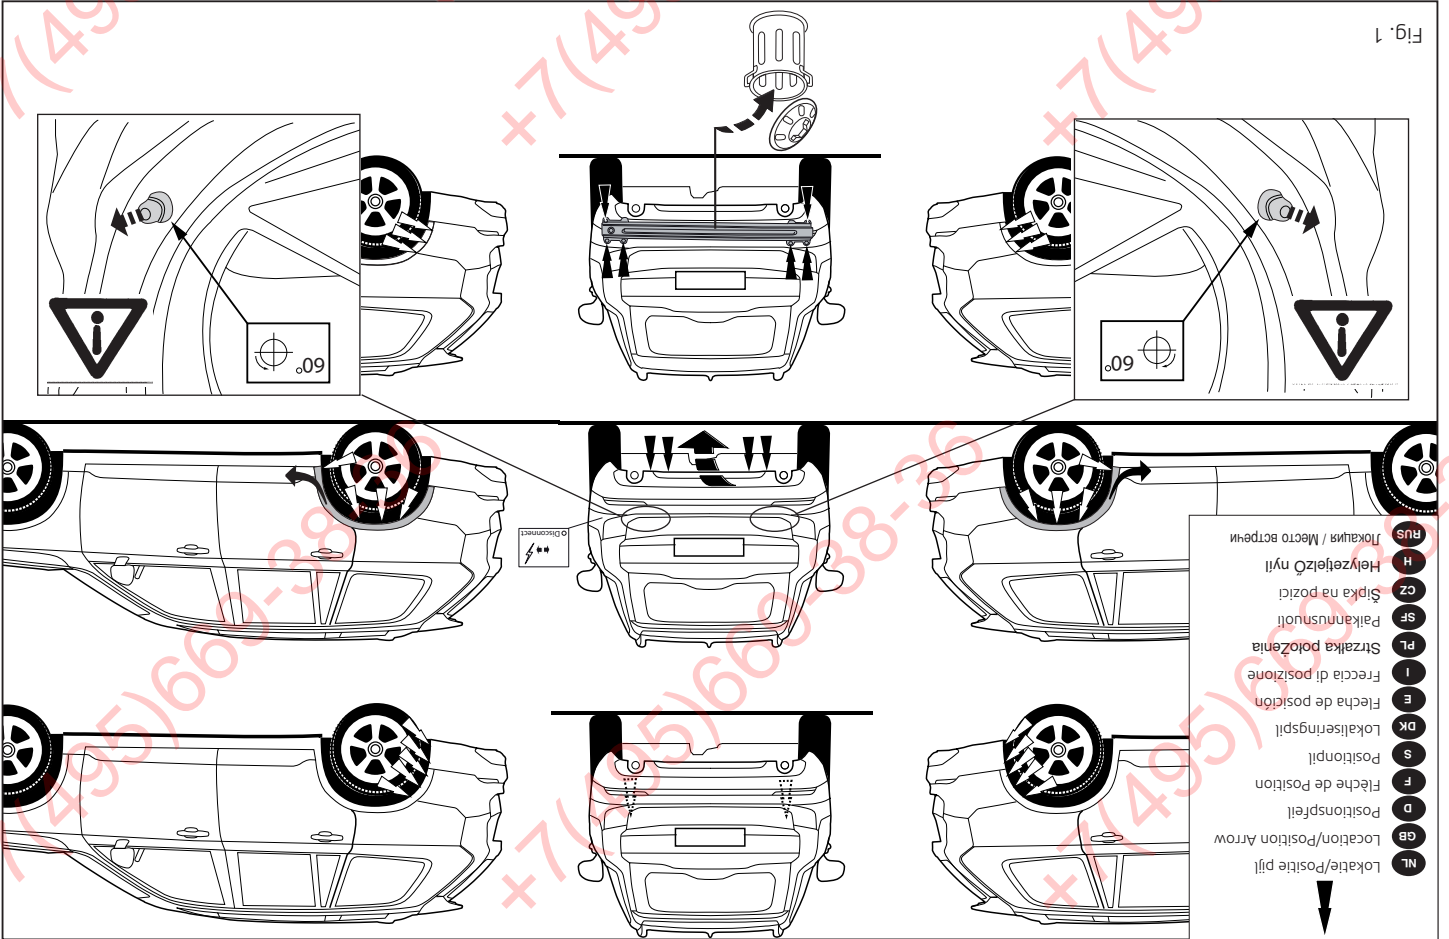

Fig. 1
1. Demonteer de bumper inclusief de stalen stootbalk van het voertuig. De stootbalk wordt niet meer gebruikt. (zie fig. 1, 1a)
1. Remove the bumper and the steel buffer beam from the vehicle. The buffer beam will no longer be needed. (see fig. 1, 1a).
- Die Stoßstange einschließlich des stählernen Stoßbalkens vom Fahrzeug abmontieren. Der Stoßbalken wird nicht mehr benötigt (siehe Abb. 1, 1a).
1. Déposer le pare-chocs du véhicule y compris la traverse en acier ; la traverse ne sera plus utilisée (voir la fig.1, 1a).
1. Demontera stötfångaren inklusive stötranden av stål från fordonet, stötranden förfaller (se fig. 1, 1a).
1. Demonter kofangeren, inklusive køretøjets stålstødbjelke. Denne bliver overflødig (jævnfør fig. 1, 1a).
1. Desmontar el parachoques inclusive el tope de acero del vehículo, el tope no se vuelve a utilizar (véase la fig. 1, 1a).
1. Снять бампер вместе со стальными брызгами брызгом автомобиля; брызги брызг больше не понадобятся (см. рис. 1, 1a).
1. Сначала выньте болты и гайки из отверстий в брызговике. См. рис. 1, 1a.
1. Смонтировать паравулк и болты в брызговике. См. рис. 1, 1a.
2. Установить болты в брызговике. См. рис. 1, 1a.
4. Проверить, правильно ли установлена деталь. См. рис. 1, 1a.
5. Проверить, правильно ли установлена деталь. См. рис. 1, 1a.
6. Проверить, правильно ли установлена деталь. См. рис. 1, 1a.